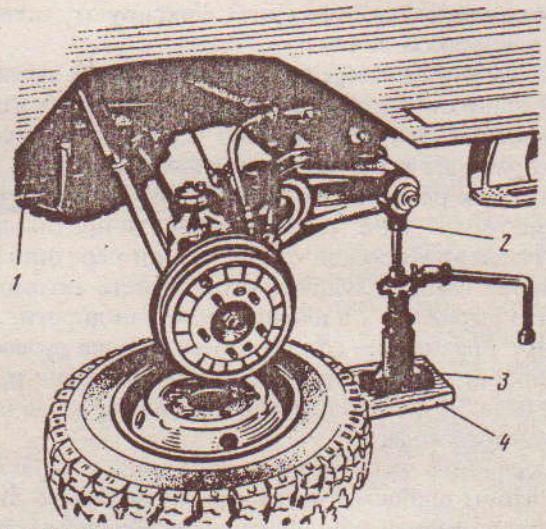

Рис. 7.12. Применение домкрата: 1 – щиток мотоотсека; 2 – лапа домкрата; 3 – опорная площадка домкрата; 4 – подкладка
- ✓ отвернуть болты крепления и снять левый щиток 1 мотоотсека (см. рис. 7.12);